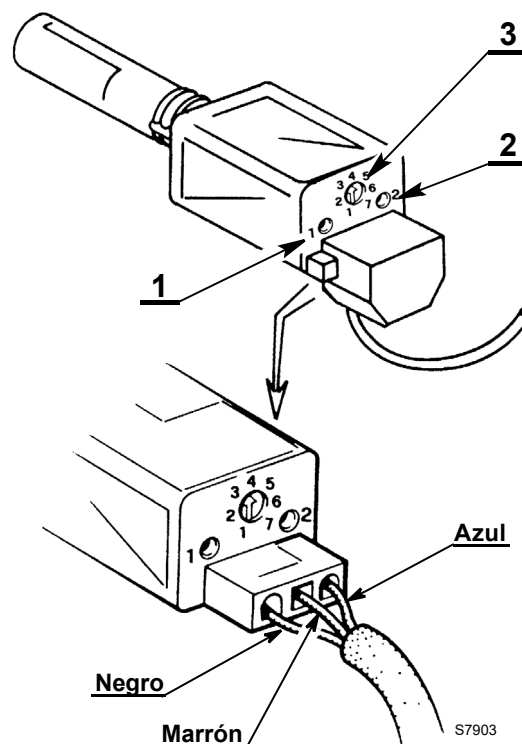

Fig. 14
- potenciómetro 3)(Fig. 14) regula la sensibilidad.
- Led 1)(Fig. 14) indica la sensibilidad.
- Led 2)(Fig. 14) indica el funcionamiento.
- Girar el índice del potenciómetro 3)(Fig. 14) en sentido antihorario hasta que el led 1)(Fig. 14) parpadee, definiendo así el valor mínimo de la muesca.
- Girar el índice del potenciómetro 3)(Fig. 14) en sentido horario hasta determinar una luminosidad estable del led 1)(Fig. 14). Considerar la calibración definitiva como el valor mínimo detectado aumentando de a 1 ó 2 muescas.